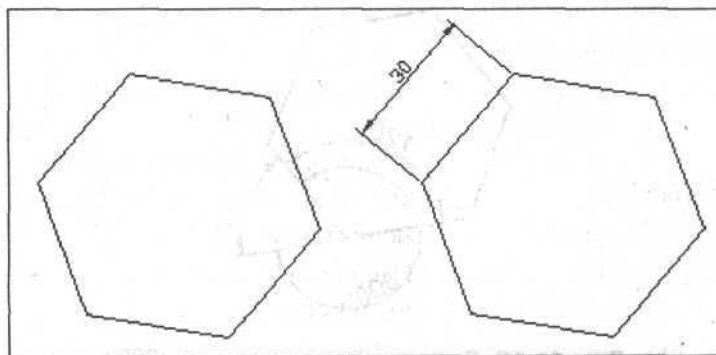

Рис. 11.11. Объект до и после нанесения параллельного размера
3. Щелкните **мышью** в том месте, где будет размещаться размерный текст. На чертеже появится размер объекта с параллельной размерной линией (рис. 11.11).